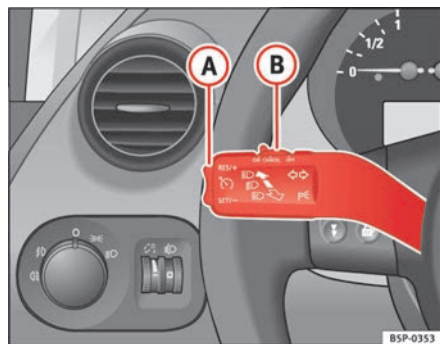

Fig. 147 Leva degli indicatori di direzione e degli abbaglianti: l'interruttore e il tasto di comando del regolatore di velocità
- Premere la parte superiore del tasto **RES/+** ⇒ fig. 147 (A) per aumentare la velocità. La velocità sale finché si tiene premuto il tasto. Il sistema memorizza come parametro di riferimento la velocità raggiunta nel momento in cui si lascia andare il tasto.
Se si riduce la velocità schiacciando il pedale del freno, il regolatore si disattiva. Per riattivare il regolatore di velocità si deve premere una volta sulla parte superiore del tasto **RES/+** ⇒ fig. 147 (A).